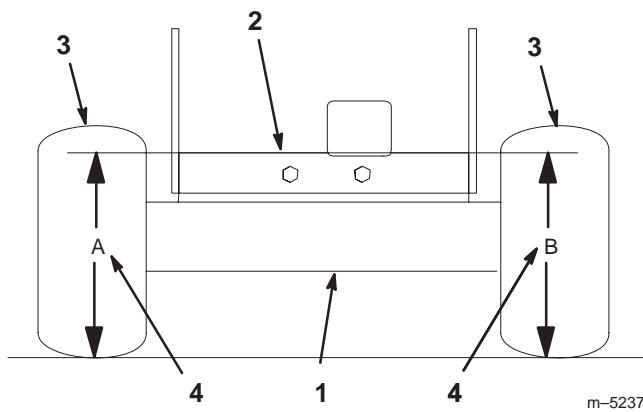

Figure 46
4. Mesurez la hauteur du plancher moteur au point A (Fig. 46).
5. Mesurez la hauteur du plancher moteur au point B (Fig. 46).